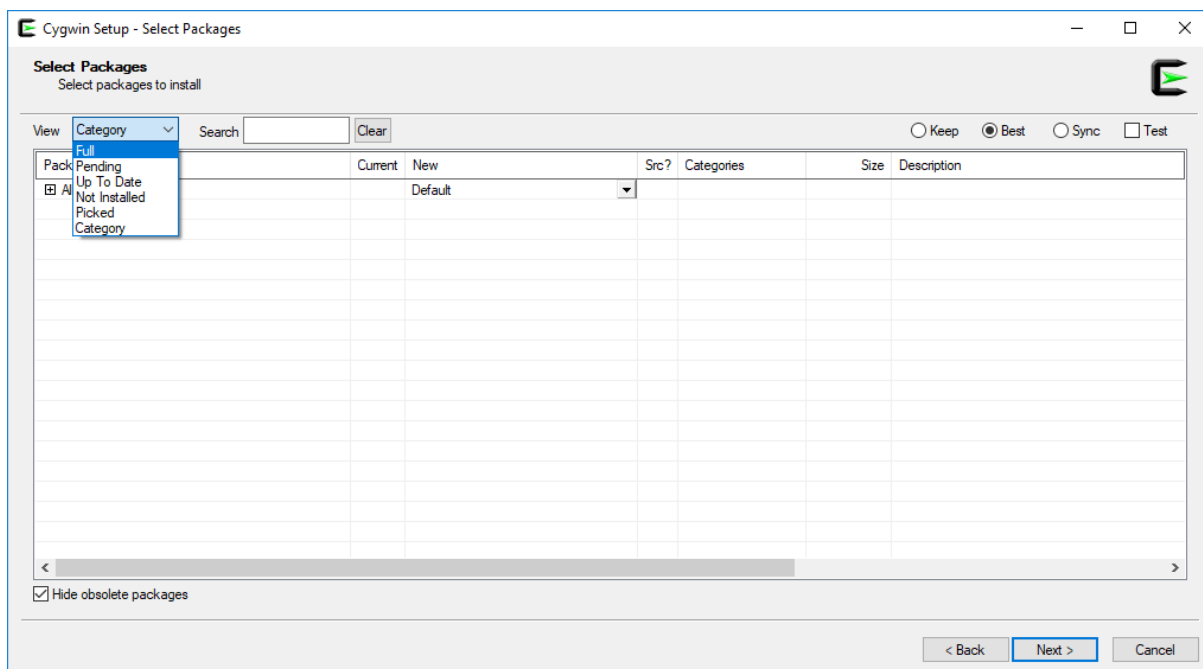

Figura 104. Janela de seleção de pacotes
3. Após alguns passos, chegará à janela Escolha de Pacotes (**Select Packages**) (Figura 104). Selecionar a vista completa (**Full**), como se pode ver na Figura 104.